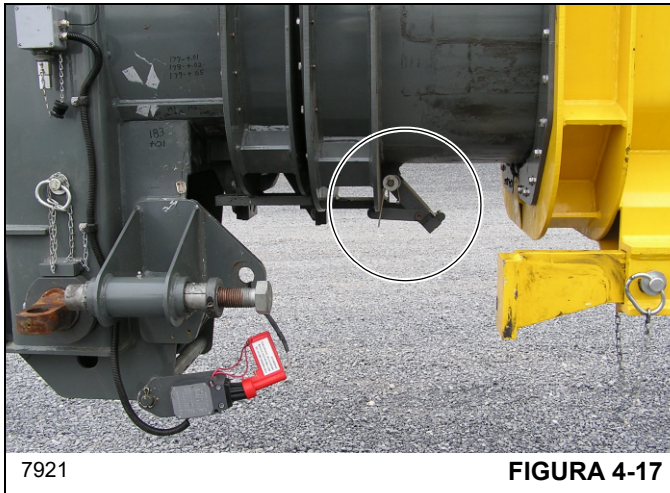

FIGURA 4-17
13. Puxe para baixo a alça para desengatar o calço de parada da extensão da lança acionado por mola (Figura 4-17). Coloque a alça na placa de retenção.